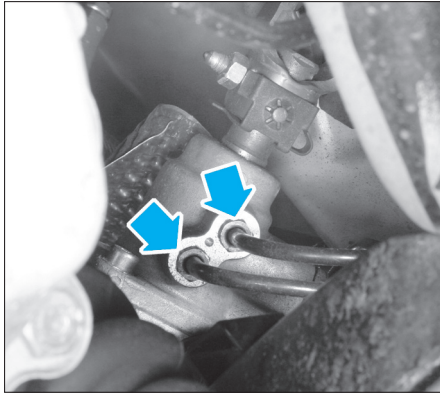

FIG. 18
- Débrancher les canalisations hydrauliques sur la valve distributrice (Fig.18).